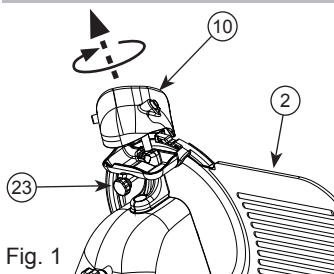

Fig. 1
• Togliere la spina dalla presa di corrente. • Accertarsi che la paratia mobile (2) sia chiusa (manopola graduata in posizione "0"). • Pulire accuratamente la parte di lama da affilare. • Ripristinare la presa di corrente. • Allentare il pomolo di blocco (23) del gruppo affilatoio. • Sollevare il gruppo affilatoio (10) in modo da ruotarlo di 180° (vedi Fig.1) per presentare le due mole in posizione di lavoro (vedi Fig.2). • Abbassare il gruppo affilatoio fino al proprio fermo premendo il pulsante 27 per impedire il contatto della mola con la lama. • Rilasciare il pulsante 27 (la mola entrerà in contatto con la lama). • Assicurare il gruppo ruotando il pomolo di blocco (23). • Azionare l'interruttore (5). Lasciare girare la lama per circa 1 minuto. • A lama ferma controllare se si sia prodotta una leggera bava sul suo fianco. • Accertata la presenza di questa bava, azionare l'interruttore (5) e premere leggermente il bottone 26 per circa 3 secondi in modo da asportare la bava prodotta durante l'affilatura (in questa fase tenere premuto il bottone 27 per evitare un'ulteriore affilatura). • Effettuata l'affilatura riportare il gruppo affilatoio (10) nella sua posizione di riposo, pulire il filo della lama con alcool. • Dopo più affilature pulire la mola affilatrice da eventuali residui con alcool servendosi di uno spazzolino.